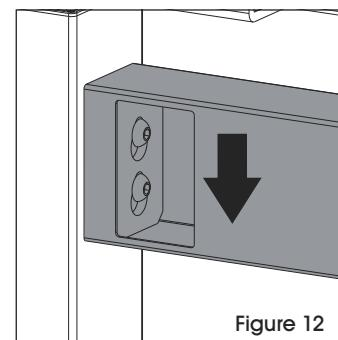

Figure 12
12. Placez les fentes en trou de serrure situées à l'extrémité du longeron sur les filetages des boulons Allen (F) installés auparavant. Poussez le longeron vers le bas pour que les boulons se trouvent dans le plus petit trou des fentes. Serrez les boulons Allen (F) pour les fixer. Répétez la procédure pour le côté opposé. (Voir Figure 12)